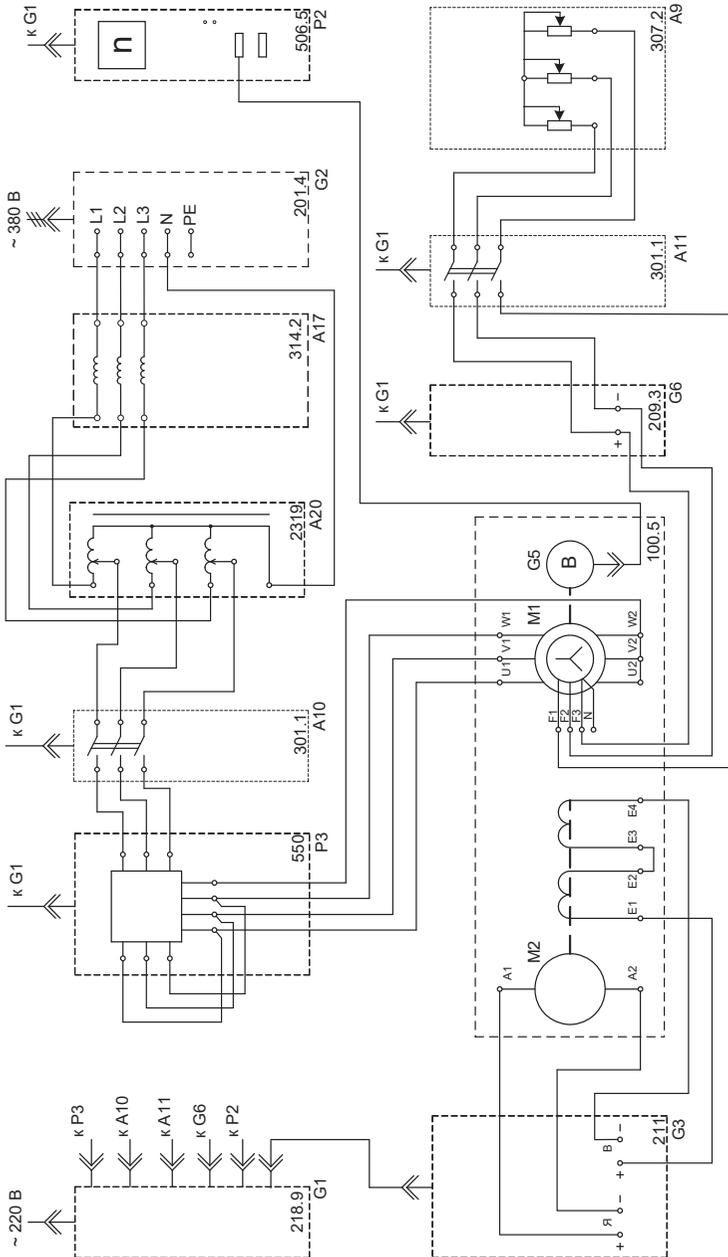

Рис. 6.3
- Соедините аппаратуру в соответствии с электрической схемой, приведенной на рис. 6.3.